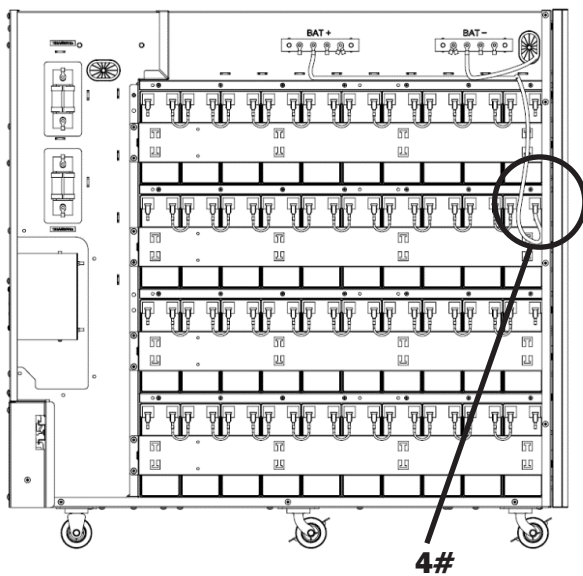

Figure 5-20A
29. Connecter la batterie 1+ du groupe 3 à la barre du bus de la batterie + (BAT +) (Figure 5-20A).